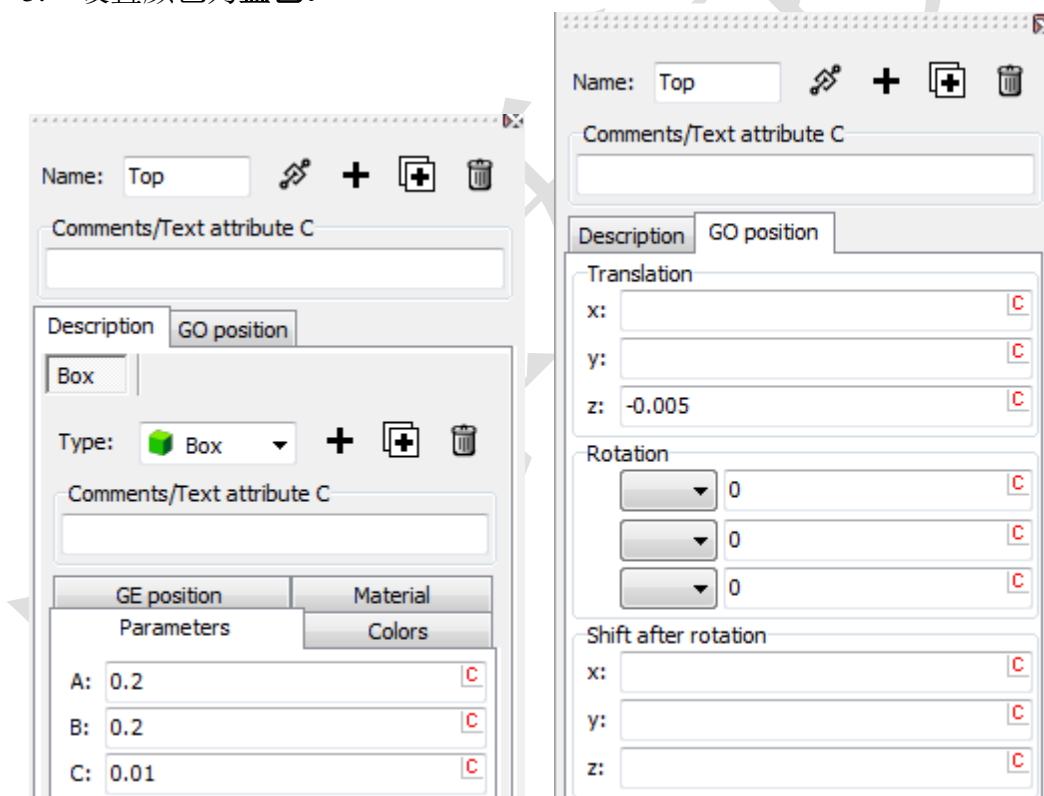

图 2.2 创建 Top 的几何图形
4. 设置 **Box** 的尺寸（Parameters）和位置（GE Position）参数，如图 2.2 所示。